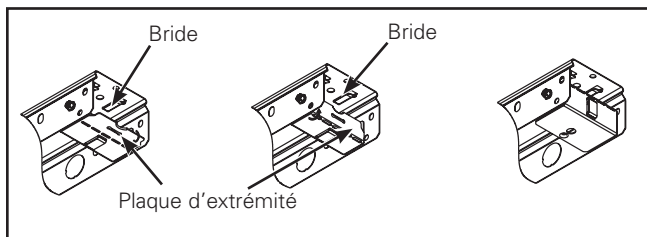

Figure 1.
1. Pliez la pièce d'extrémité pour permettre de réaliser les câblages à l'intérieur du luminaire. (Figure 1.)